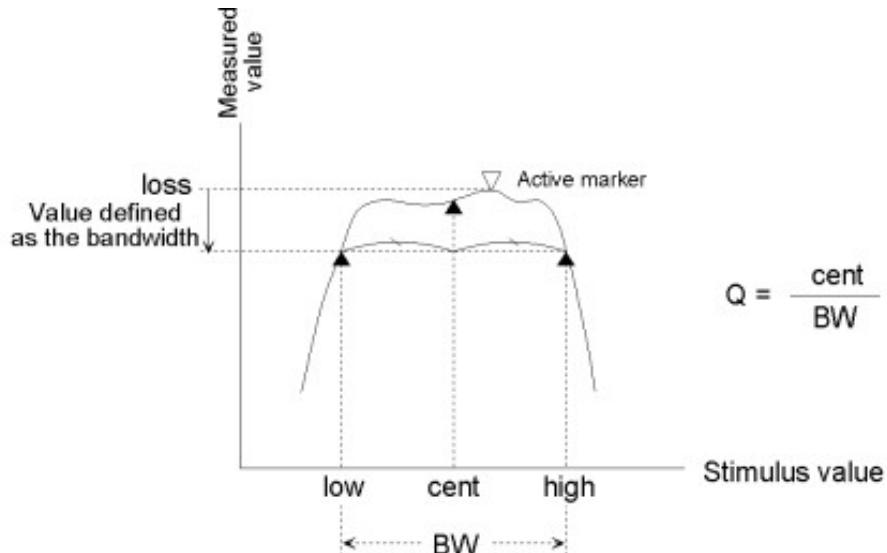

Рис. 1.26. Параметры полосы пропускания ППФ
Режим поиска полосы предназначен для определения полосы пропускания, центральной частоты, точек отсечки (со стороны верхней и нижней частоты), добротности (Q) и потерь (ослабления). Поиск ведется относительно уровня активного маркера. Определения параметров, используемых при поиске полосы, приведены на рис. 1.26 и в таблице 5.